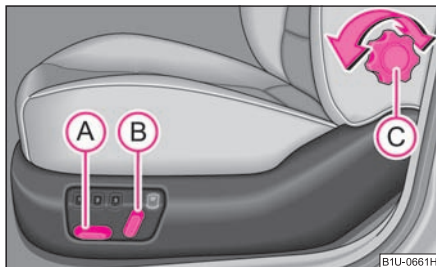

Fig. 55 Imagine din lateral:
- Apăsați comutatorul (A) sau (B) în sensul în care doriți să faceți reglajul ⇒ fig. 55.